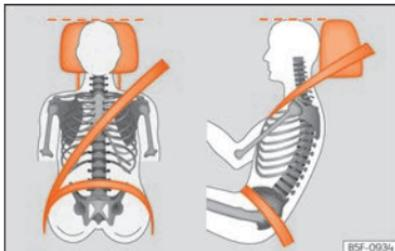

Fig. 19 Banda del cinturón y apoyacabezas ajustados correctamente.
- Ajuste el apoyacabezas de modo que el borde superior quede, en la medida de lo posible, a la altura de la parte superior de la cabeza, en ningún caso por debajo de los ojos. Mantenga la nuca lo más cerca posible del apoyacabezas »» fig. 19.
- Ajuste longitudinalmente el asiento de forma que pueda pisar a fondo los pedales con las rodillas ligeramente flexionadas y que quede una distancia entre la zona de las rodillas y el tablero de instrumentos de al menos 10 cm (4 pulgadas) »» fig. 19.